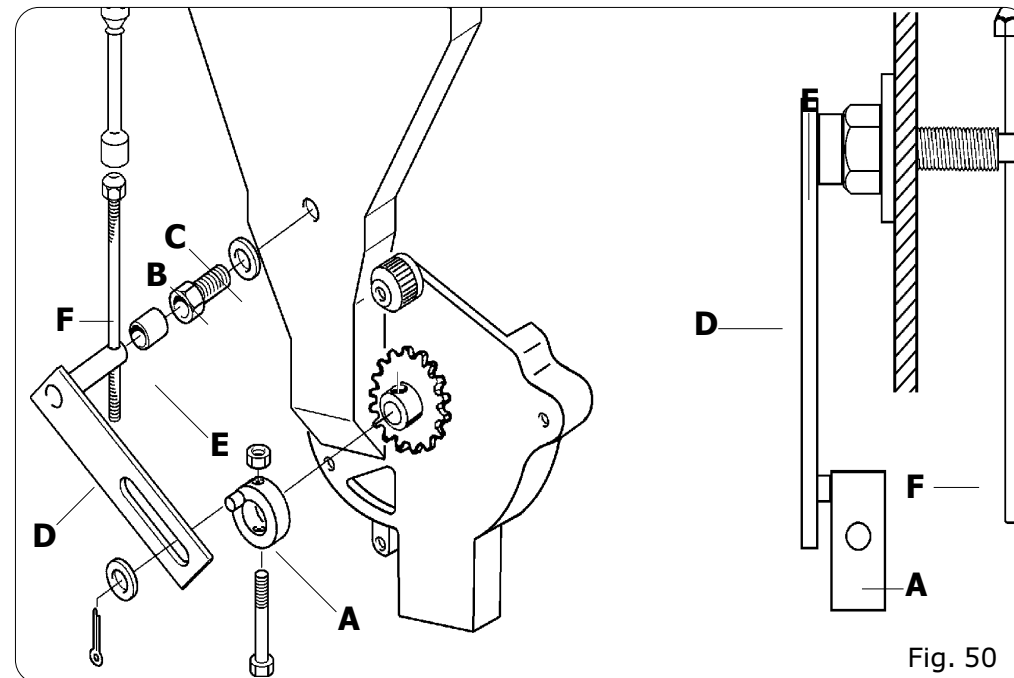

Fig. 50
- Agitatore seme per V12 (fig. 50):
- 1) Montare l'anello (A) sul mozzo del pignone e bloccarlo con la vite fornita
- 2) Avvitare sulla tramoggia la vite cava M12 (B) con la rondella d'appoggio (C).
- 3) Inserire il braccio (D), con il distanziale (E) infilato sul perno, ed avvitare l'astina (F) fino a sfiorare il fondo della tramoggia. Verificare eventuali interferenze al movimento dell'astina.
- Seed agitator for V12 (Fig. 50):
- 1) Assemble ring (A) on the pinion hub and lock in place with the screw provided.
- 2) Screw hollow screw M12 (B) with its support washer (C) into the hopper.
- 3) Insert arm (D) with spacer (E) inserted on the pin and screw in rod (F) until it just touches the bottom of the hopper. Check that nothing hinders the movement of the rod.
- Saatgutrührer für V12 (Abb. 50):
- 1) Den Ring (A) an der Ritzelnabe anbringen und ihn mit der mitgelieferten Schraube befestigen.
- 2) Die hohle Schraube M12 (B) mit der Unterlegscheibe (C) an den Trichter schrauben.
- 3) Den Arm (D) mit dem auf den Zapfen angebrachten Distanzstück (E) einsetzen und den Stab (F) festschrauben, bis der Trichterboden berührt wird. Sicherstellen, daß der Stab sich ohne Behinderungen drehen kann.
- Agitateur de semences pour V12 (fig. 50);
- 1) Monter la bague (A) sur le moyeu du pignon et la bloquer à l'aide de la vis en dotation.
- 2) Visser sur la trémie la vis creuse M12 (B) avec la rondelle de support (C).
- 3) Insérer le bras (D) - la pièce d'espacement doit être enfilée sur le pivot - et visser la tige (F) jusqu'à ce que celle-ci effleure le fond de la trémie. Vérifier que le mouvement de la tige ait lieu sans aucune interférence.
- Agitador semilla para V12 (Fig. 50);
- 1) Montar el anillo (A) sobre el cubo del piñón y bloquearlo con el tornillo entregado en dotación.
- 2) Atornillas sobre la tolva el tornillo hueco M12 (B) con la arandela de apoyo (C).
- 3) Introducir el brazo (D), colocando el separador (E) sobre el perno, luego atornillar la varilla (F) hasta rozar el fondo de la tolva. Controlar que la varilla no encuentre interferencias de movimiento.